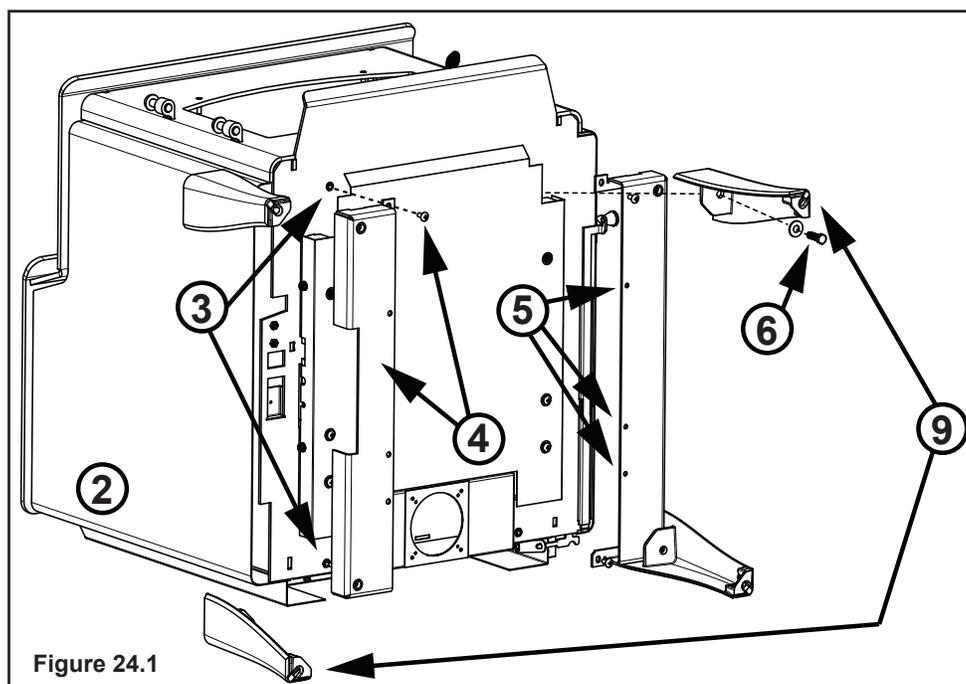

Figure 24.1
3. Retirez les quatre vis de l'appareil (**Figure 24.1**).
**REMARQUE :** Il y a un sens droit et gauche d'installation des pieds (**Figure 24.1**).
5. Installez six vis au bas des supports de pieds (**Figure 24.1**).
**Remarque :** Les pieds comportant un boulons de mise à niveau doivent être aux coins opposés de l'appareil - un à l'avant et un à l'arrière (**Figure 24.1**).